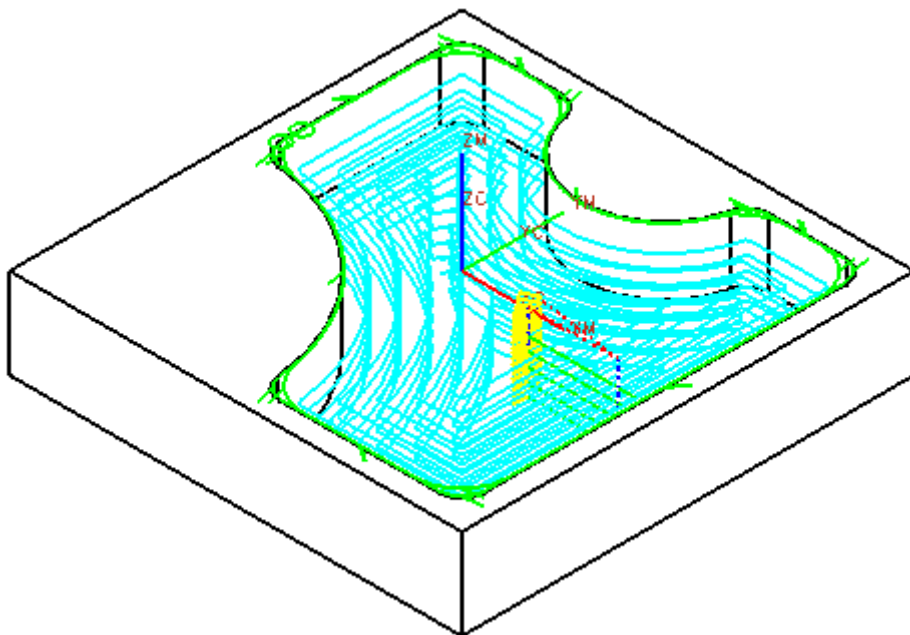

图 8-52
- 单击  生成刀轨，同时生成一条如图 8-52 所示的未切削区域的永久边界，单击 OK。